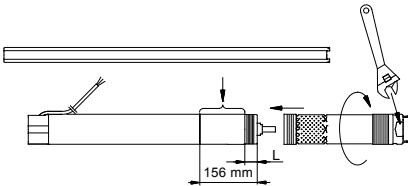

Fig. 6
1. Placera motorn horisontellt i ett skruvstöd och spänn fast den, se fig. 6.
spännnytor, se fig. 6.